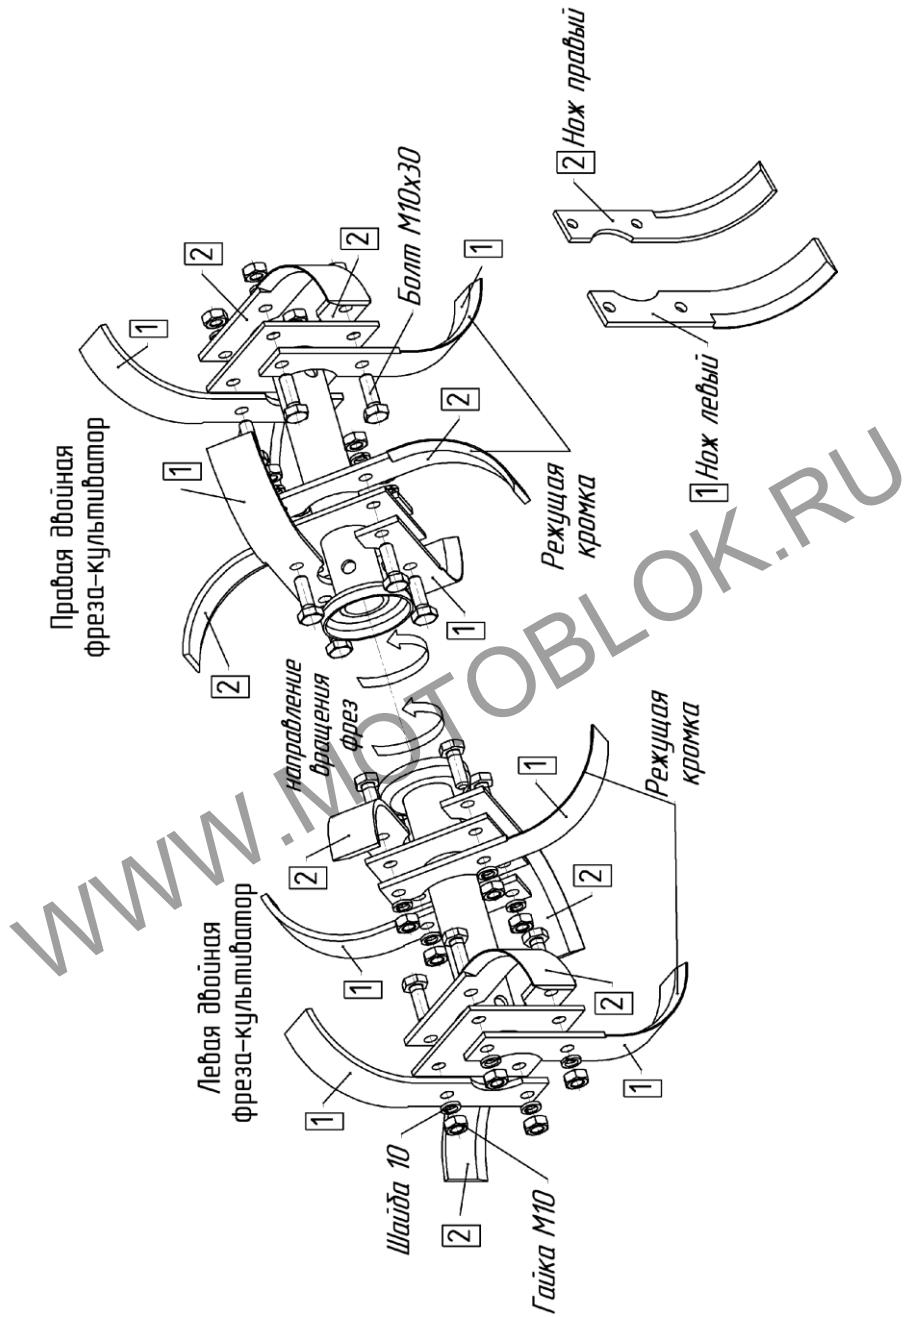

Рис.9. Схема сборки двойных фрез-культиваторов
**ВНИМАНИЕ! ОСТРЫЕ КРОМКИ НОЖЕЙ ДОЛЖНЫ БЫТЬ НАПРАВЛЕНЫ ПО НАПРАВЛЕНИЮ ДВИЖЕНИЯ МОТОБЛОКА (рис.9; 10, 11).**